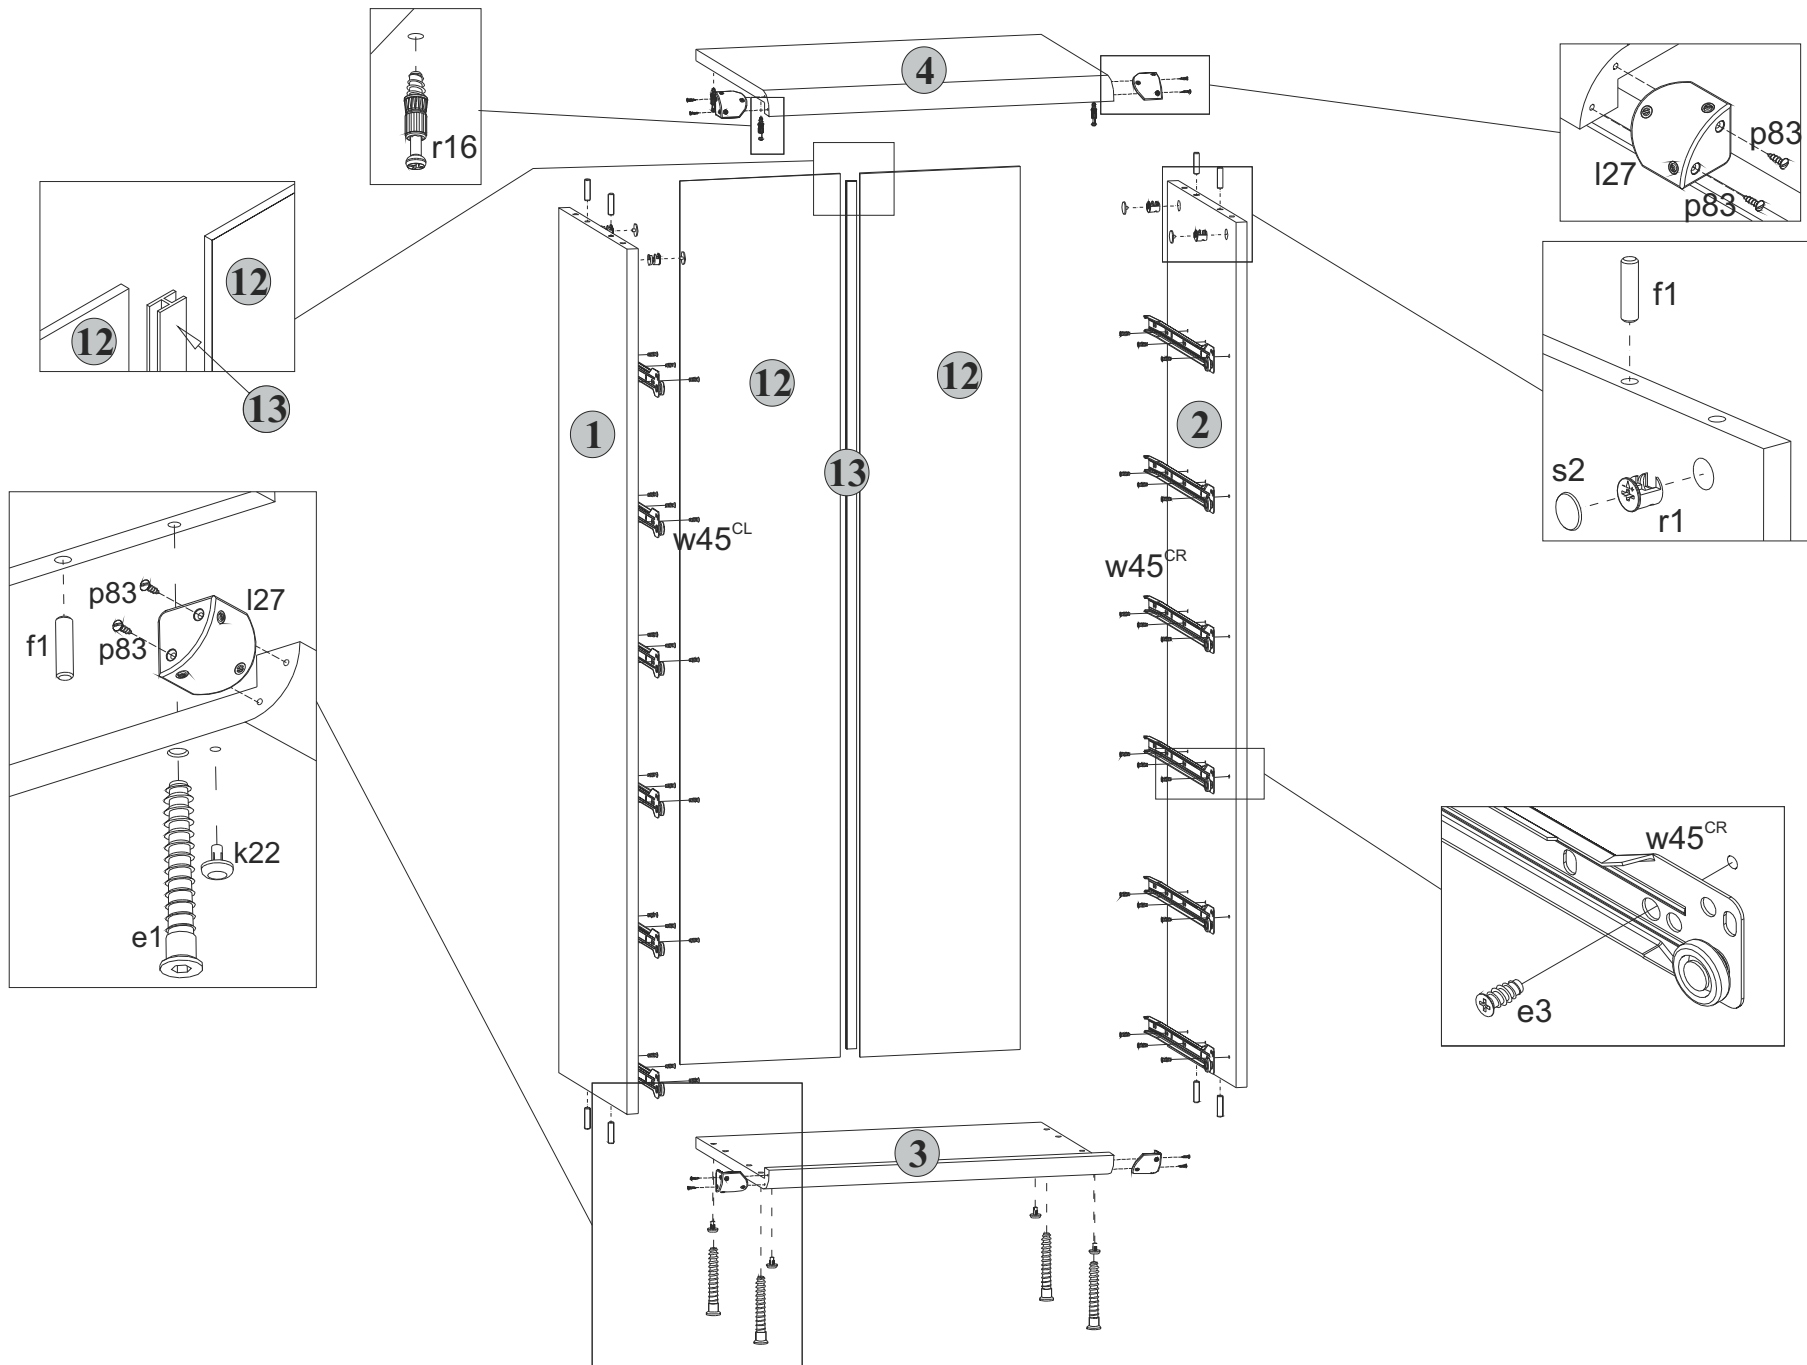

Рис. 2
- 5.4 На внутренних поверхностях стенок боковых **1** и **2** в отверстия диаметром **15 мм** вставить стяжки эксцентриковые **r1** (см.рис. 2).
- 5.5 В отверстия диаметром **5 мм** на нижней поверхности щита верхнего **4** вкрутить винты стяжки **r16**, пользуясь крестообразной отверткой (см.рис. 2).
- 5.6 В отверстия диаметром **4,5 мм** на нижней поверхности щита нижнего **3** вставить опоры полимерные **k22** (подпятники) (см.рис. 2).
- 5.8 К стенкам боковым **1** и **2** присоединить щит нижний **3** и стянуть еврошурупам **e1**, пользуясь специальным ключом **z1** из комплекта фурнитуры (см.рис. 2).
- 5.2 В отверстия диаметром **8 мм** на верхних и нижних кромках стенок боковых **1** и **2** вбить деревянные шканты **f1** (см.рис. 2).